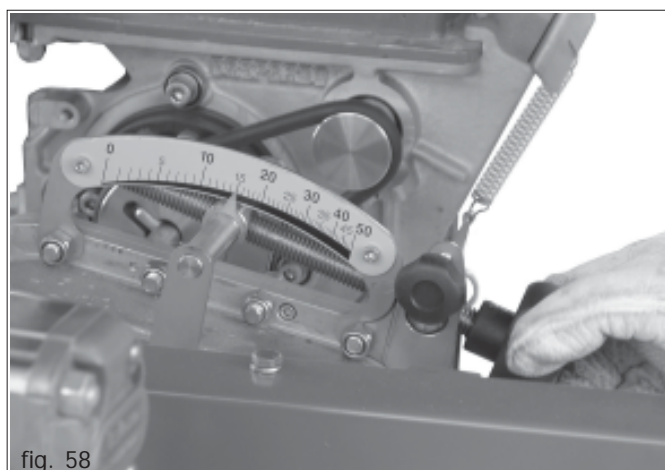

fig. 58
- ... puis agir sur la poignée de réglage (Fig. 58) pour placer l'indicateur gradué dans la position souhaitée (en fonction de la quantité de produit à distribuer).